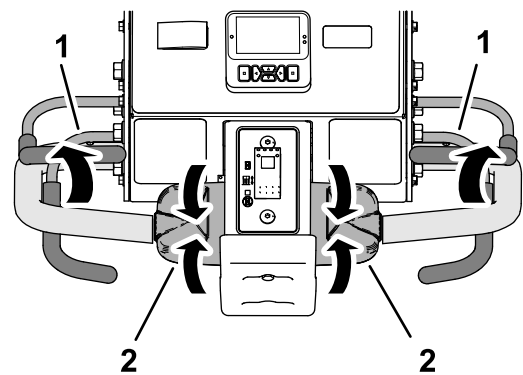

Bild 91
1. Lassen Sie den Fahrtriebshebler los und lassen Sie ihn in die NEUTRAL-Stellung fallen, und lassen Sie den Schaltbühnen los (Bild 91).